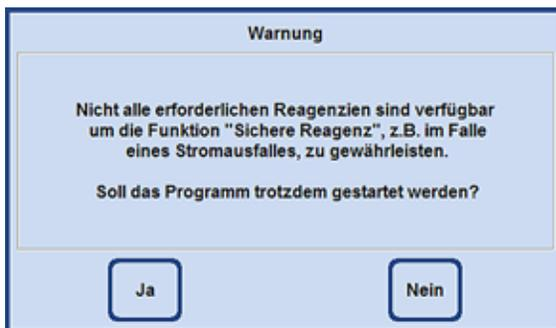

Abb. 245
- Wird beim Programmstart ein Reagenz benutzt, zu dem sich kein sicheres Reagenz im Gerät befindet, erscheint eine Hinweismeldung (Abb. 245). Der Programmstart wird jedoch **NICHT** unterbunden.